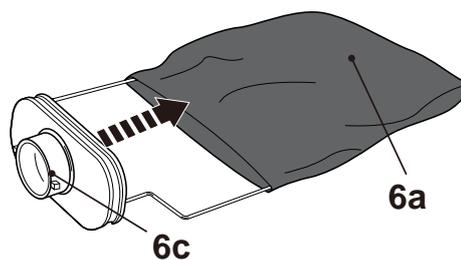

Fig. 4
- > Retirez le sac [6a] du connecteur [6c] (Fig. 4) et videz-le de sa poussière dans un sac poubelle approprié.